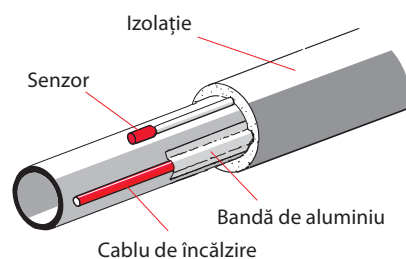
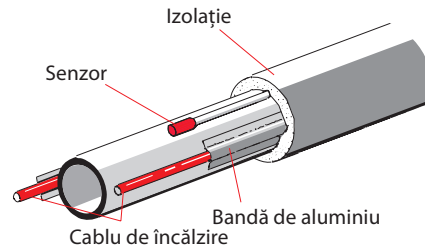

Fig. 7
Fig. 8
1. Unul sau mai multe cabluri pot fi instalate în linii drepte de-a lungul părții laterale a țevii, vezi Fig. 7 și Fig. 8.